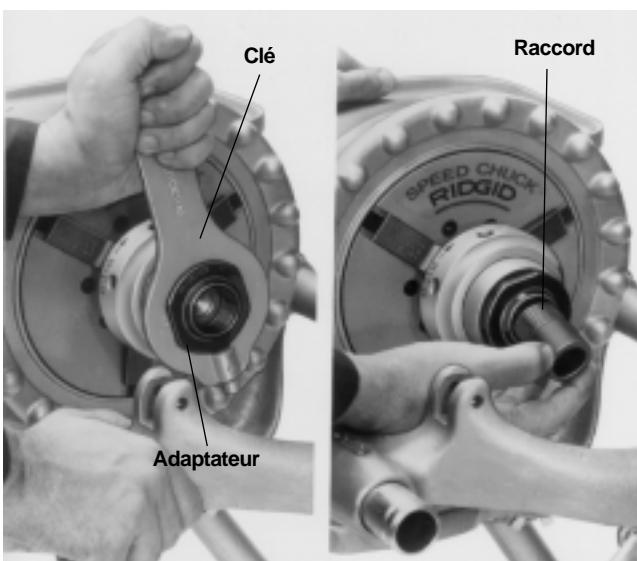

Figure 23 – Installation de l'adaptateur de mandrin à raccords et du raccord
4. Sélectionnez l'adaptateur de mandrin à raccords approprié et vissez-le dans le mandrin à raccords (*Figure 23*) manuellement. Serrez avec la clé.
5. Vissez manuellement le raccord (*Figure 23*) fileté d'un bout dans l'adaptateur. Alésez et filetez l'autre extrémité du raccord.